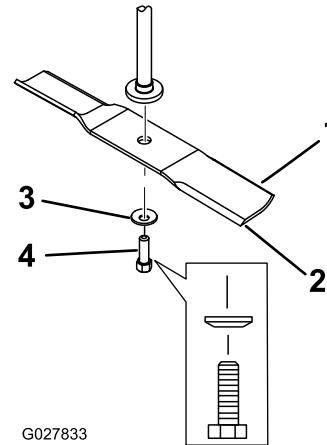

Bild 57
2. Nehmen Sie die Messerschraube, Wellenscheibe und das Messer von der Spindelwelle ab (Bild 57).
- Setzen Sie das Messer auf die Spindelwelle (Bild 57).
- Setzen Sie die Wellenscheibe (Kappenseite zum Messer) und die Messerschraube ein (Bild 57).